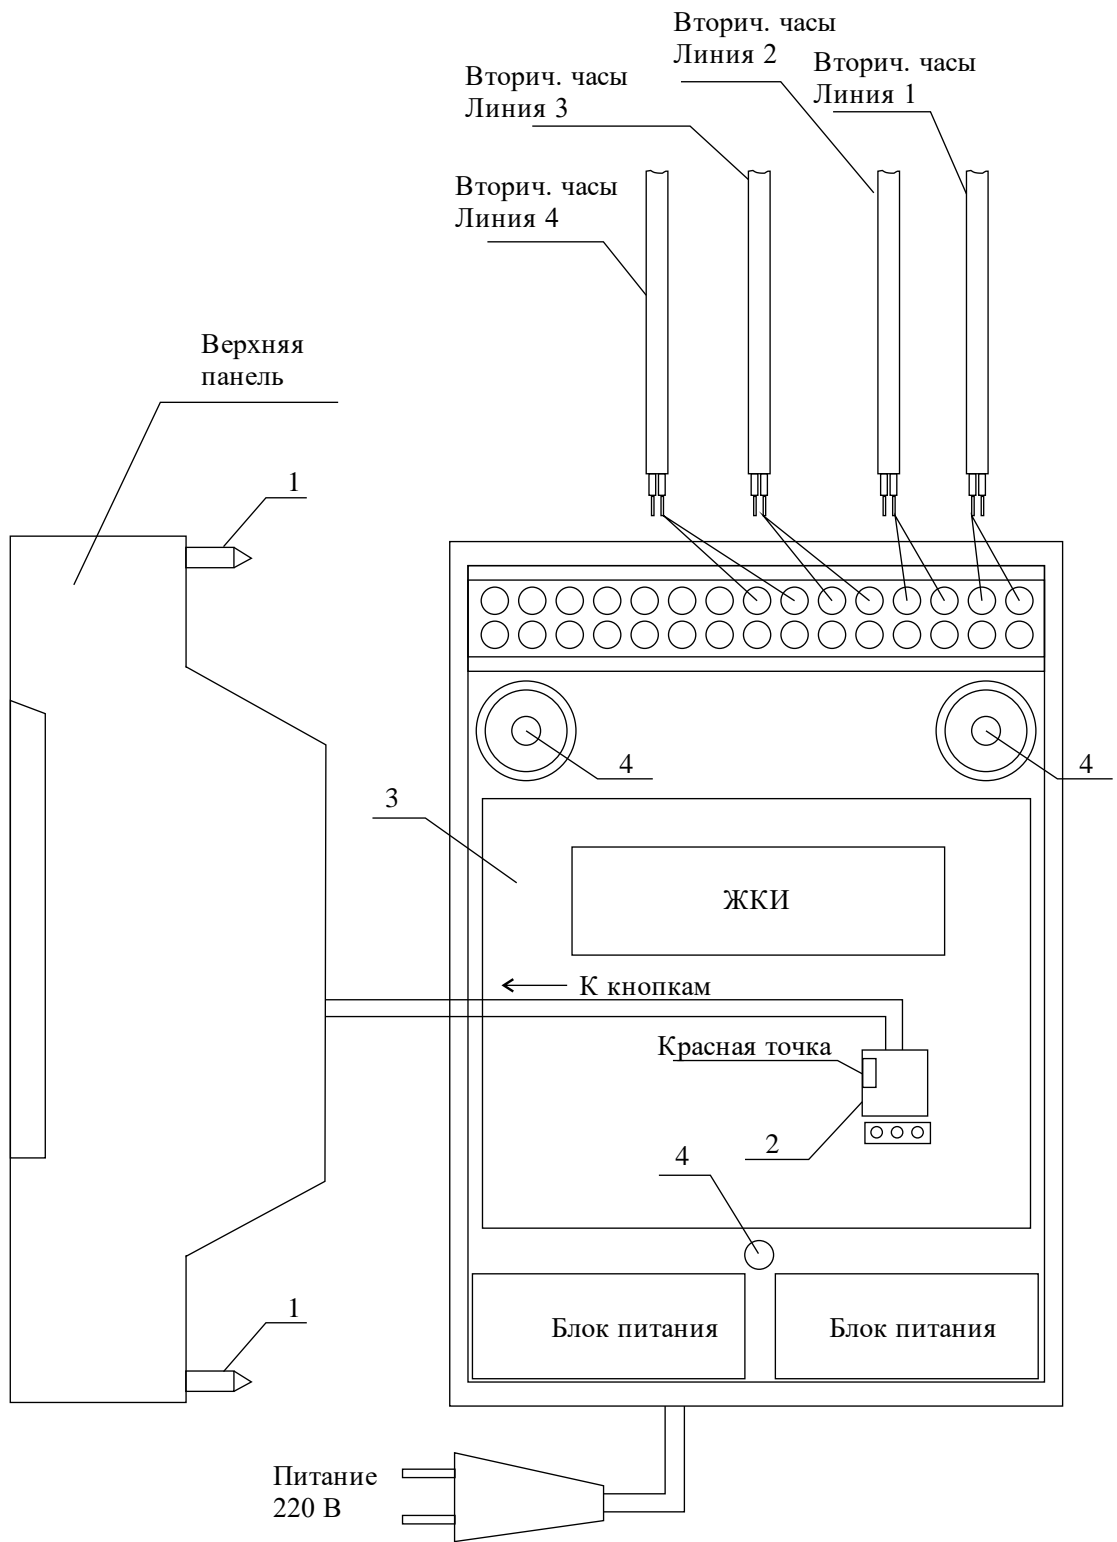

Рис. 1
4.5. Подсоедините линии вторичных часов №№ 1, 2, 3 и 4 в соответствии со схемой рис.1.